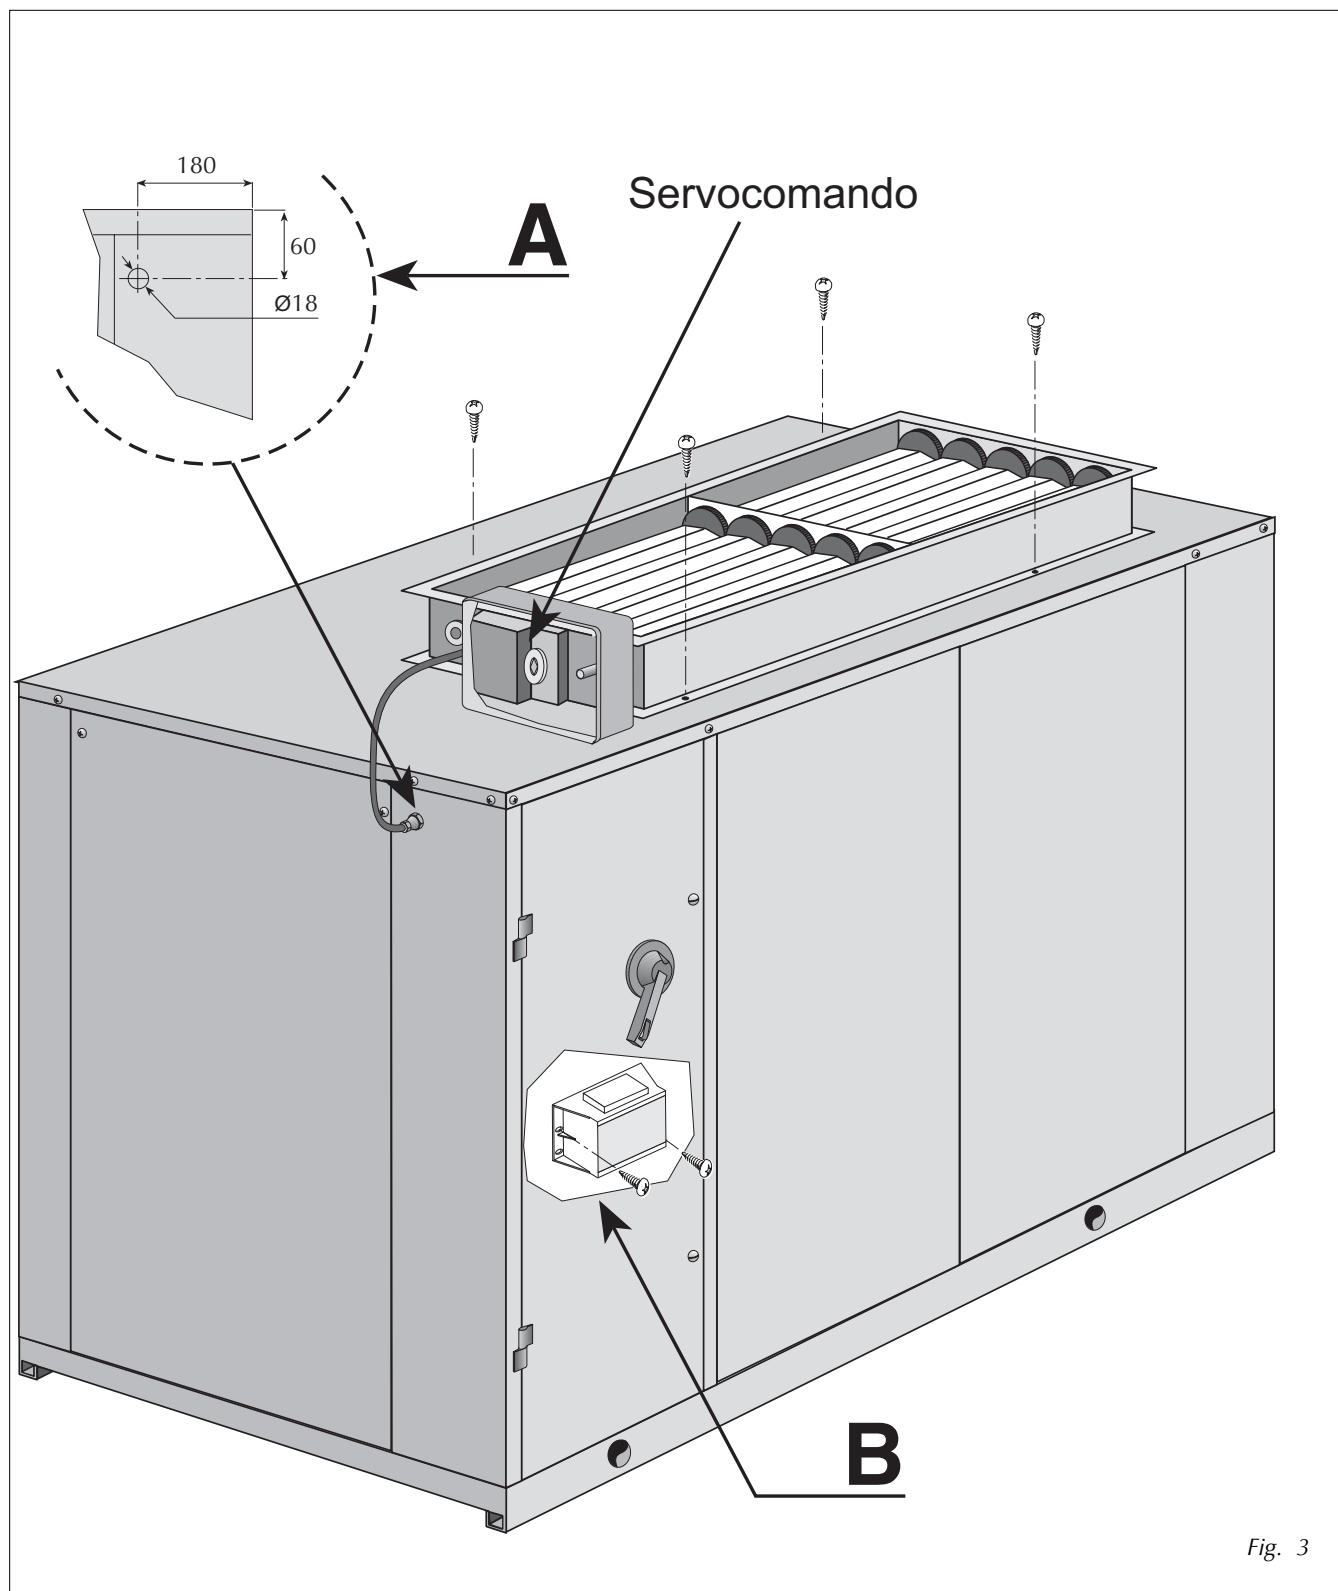

Fig. 3
Ce dispositif est formé d'un volet monté sur le refoulement du groupe de ventilation (Fig. 3) commandé par un servomoteur réglant l'ouverture en fonction du signal de commande provenant de la carte à microprocesseur. Le signal de commande 0-10 V est proportionnel à la pression de condensation, fournie par les transducteurs de haute pression (de série sur l'appareil).
Diese Vorrichtung besteht aus einer Drosselklappe auf der Druckseite der Ventilatorgruppe (Bild 3), die von einem Servomotor gesteuert wird, der die Klappenöffnung in Abhängigkeit vom Steuersignal der Mikroprozessorplatine einstellt. Das Steuersignal 0 - 10 V ist proportional zum durch die Hochdrucktransmittern (serienmäßige Geräteausstattung) ermittelten.
- 1 - fissare la serranda sopra l'unità utilizzando le viti autofilettanti a corredo (Fig. 3);
- 2 - eseguire un foro \varnothing 18 mm sulla fiancata dell'unità in corrispondenza alla scatola elettrica (Fig. 3 - A);
- 4 - fissare il trasformatore a corredo in posizione opportuna nella scatola elettrica (Fig. 3 - B);
- 1 - secure the louver on the unit using the supplied self-tapping screws (Fig.3)
- 2 - drill an 18 mm \varnothing hole in the side of the unit in the position of the electrical box (Fig.3 - A);
- 4 - mount the supplied transformer in an appropriate position inside the electrical box (Fig.3 - B);
- 1 - fixer le volet au-dessus de l'unité en utilisant les vis-tarauds fournies (Fig. 3);
- 2 - pratiquer un trou \varnothing 18 mm sur le côté de l'unité en regard de la boîte électrique (Fig. 3 - A);
- 4 - fixer le transformateur fourni dans une position opportune dans la boîte électrique (Fig. 3 - B);
- 1 - Die Drosselklappe an der Oberseite der Einheit unter Verwendung der mitgelieferten Schlagschrauben befestigen (Bild 3).
- 2 - Eine Bohrung \varnothing 18 mm auf der Seite der Einheit an der Stelle des Schaltkastens einbringen (Bild 3 - A).
- 4 - Den mitgelieferten Transformator an einer geeigneten Stelle im Schaltkasten einbauen (Bild 3 - B).